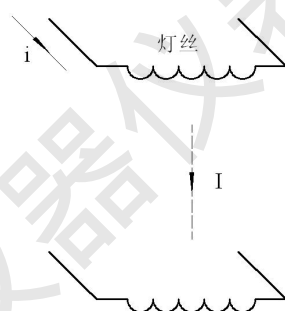

图 1 EI 离子源灯丝工作原理
造成灯丝寿命较短的主要原因是什么, 想要解决这个问题, 首先要掌握灯丝的工作原理。在电子轰击电离源 (EI) 模式下, 灯丝以恒电流方式工作, 如图 1 所示:
图 1 中上方的为发射灯丝, 下方为接收灯丝, 在 EI 工作模式下, 气相色谱-质谱联用仪的电气系统提供给发射灯丝较大的工作电流 i , 发射灯丝在电流作用下温度升高并发射出电子 (某些型号的 GCMS, 我们可以观察到灯丝温度升高之后的发光现象), 在电场——磁场的的作用下, 电子连续向接收灯丝运动, 产生灯丝发射电流 I 。